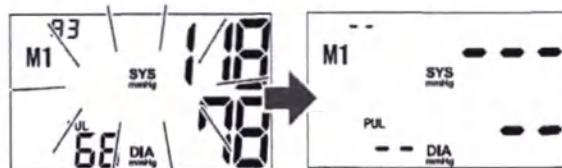

Рис. 19
- Нажмите и удерживайте кнопку M1 более 4 сек до тех пор, пока цифры на дисплее начнут мигать и потом исчезнут (рис.19).